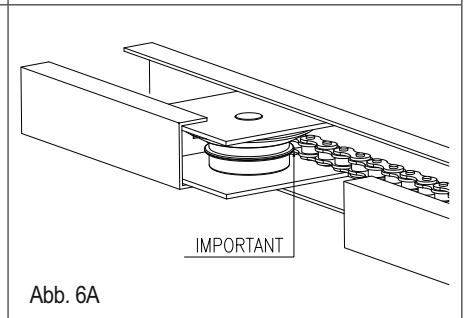

Abb. 6A
**Achtung!** Nachdem die Automation installiert ist, muss die korrekte Spannung der Kette (des Riemens) überprüft werden, ATT. abb.6A. Die Mutter D betätigen, falls die Kette bei geschlossenem Tor locker sein sollte.